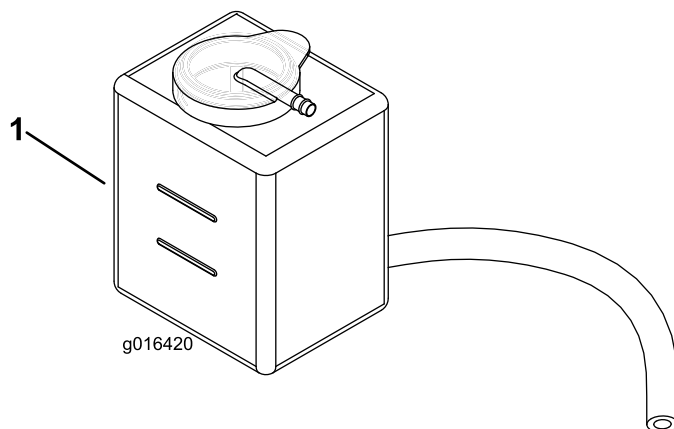

Figura 25
2. Verifique o nível do líquido de arrefecimento (Figura 25). Deve estar entre as linhas no depósito de expansão, com o motor frio.